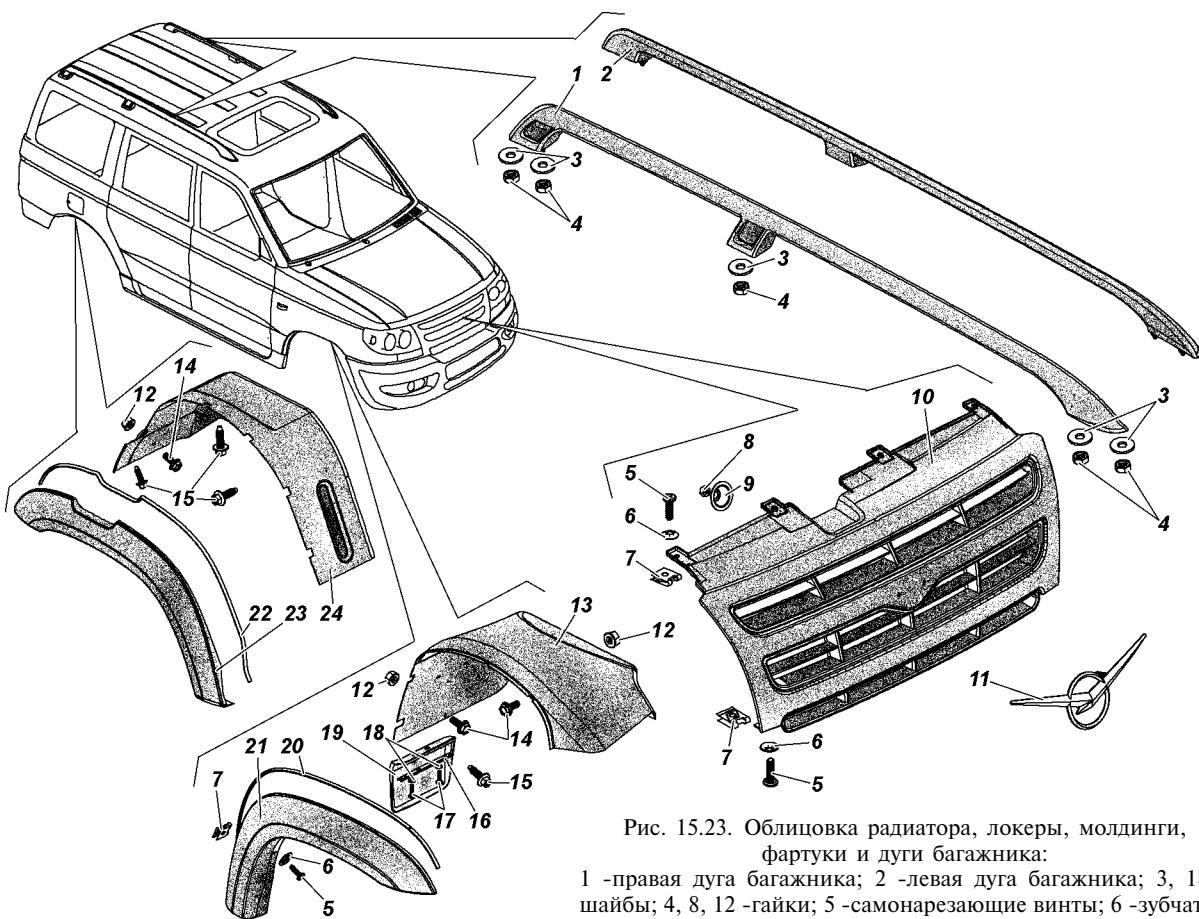

Рис. 15.23. Облицовка радиатора, локеры, молдинги, фартуки и дуги багажника:
1. Отверните четыре самонарезающих винта 5 (рис. 15.23) крепления панели 10 облицовки радиатора сверху и два внизу.